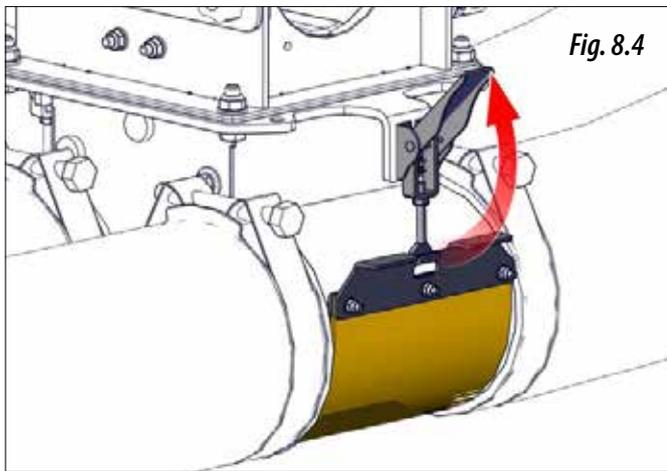

Fig. 8.4
- 1- Actuar sobre los 2 cierres de cada dosificador para abrir las tapas de goma (Fig. 8.4)
- 5- Al terminar se deberán colocar las gomas de cierre y asegurarlas mediante los cierres rápidos (Fig. 8.4).